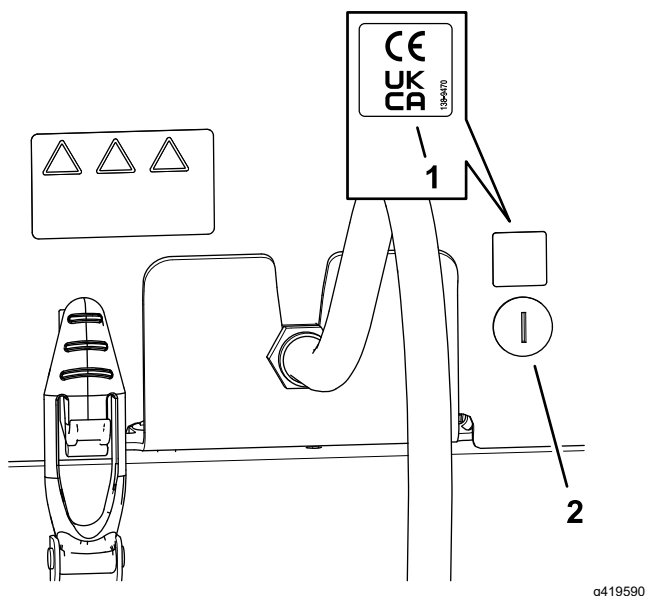

Рисунок 35
1. Очистите поверхность капота рядом с защелкой капота протирочным спиртом и чистой ветошью и дайте капоту высохнуть (Рисунок 35).